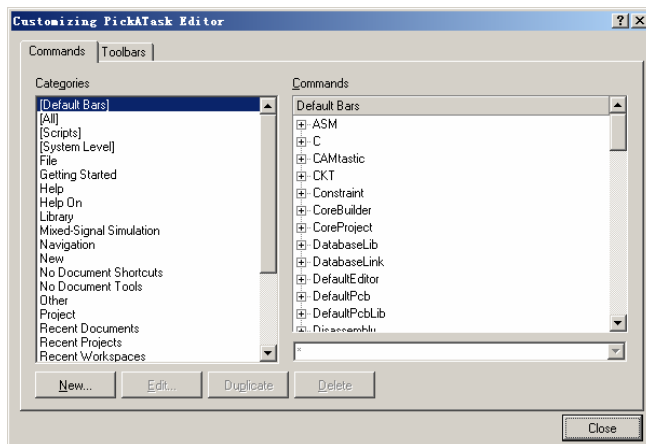

图 1.40 “Customizing PickATask Editor”对话框
(1) 启动 Altium Designer 6，在主菜单中选择“DXP”->“Customize...”命令，打开如图 1.40 所示的“Customizing PickATask Editor”对话框。